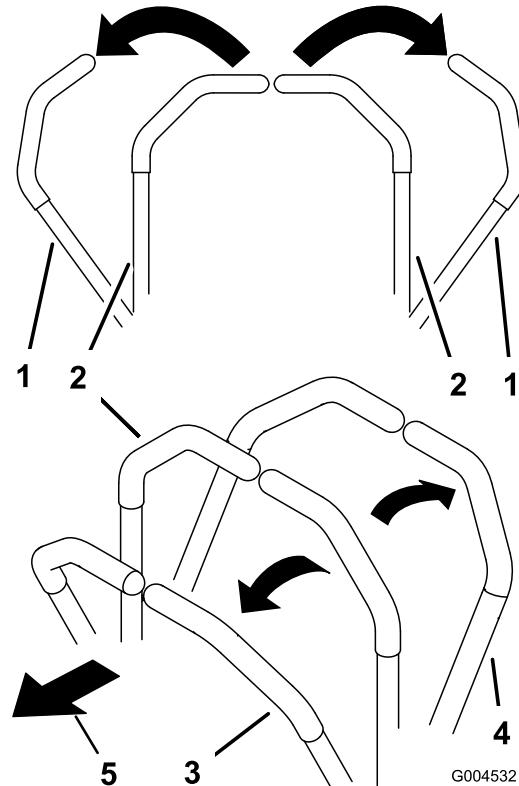

Bild 18
2. Drücken Sie die Steuerhebel langsam nach vorne, um vorwärtzfahren (Bild 18).
Wenden Sie denselben Druck auf beide Fahrantriebshebel an, um geradeaus zu fahren (Bild 18).
Verringern Sie zum Wenden den Druck auf den Fahrantriebshebel in der Richtung, in der Sie wenden möchten (Bild 18).